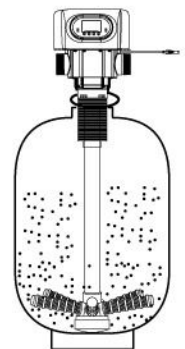

图6
6、在控制阀下部套好O型密封圈，将固定在控制阀上的上布水的下口对准中心管顶部，摆正控制阀，使中心管顶部插入上布水下口，慢慢下移控制阀，在控制阀接触树脂罐罐口时，细心对位，使中心管顶部进入控制阀的中心管插口。（图6）